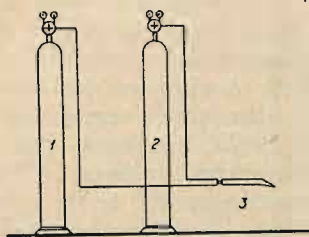

Fig. 4. Spawanie dissous (acetylenem rozpuszczonym).
- 2) spawanie dissosu (acetylen rozpuszczony) (fig. 4),